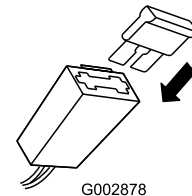

Bild 30
2. Setzen Sie die Sicherung in den Sicherungshalter ein (Bild 30).